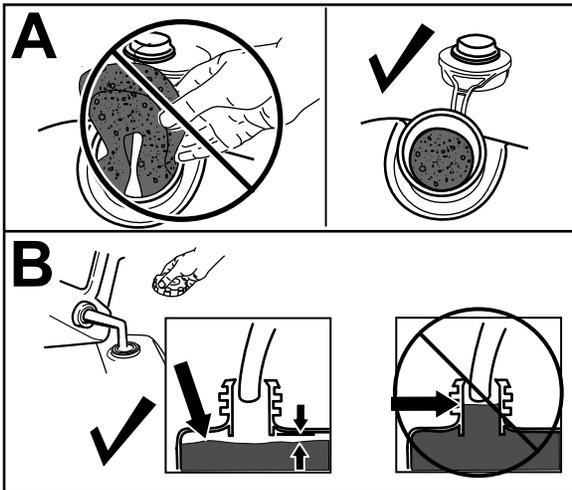

Рисунок 10
1. Очистите область вокруг крышки топливного бака и снимите крышку с бака (вид А на Рисунок 10).
**Внимание:** Данная машина оборудована топливным баком улучшенной конструкции, в котором установлена вставка из пеноматериала для предотвращения перемешивания топлива. Запрещается удалять элемент из пеноматериала, так как благодаря ему двигатель может выработать все топливо, находящееся в топливном баке (вид В на Рисунок 10).